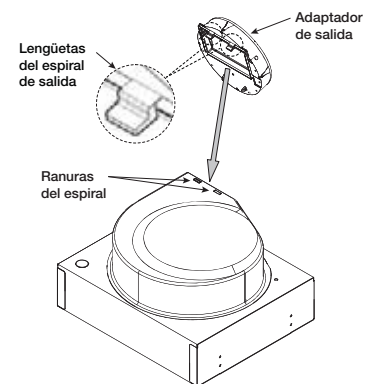

Figura 2 — Inserte la Salida en el Espiral
1. Inserte las lengüetas del adaptador de salida en las ranuras del espiral, según se muestra en la Figura 2.